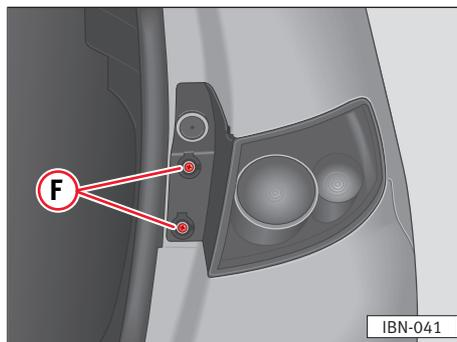

Fig. 163
- Svitare le viti ⇒ fig. 163 (F) con la parte piana del cacciavite.